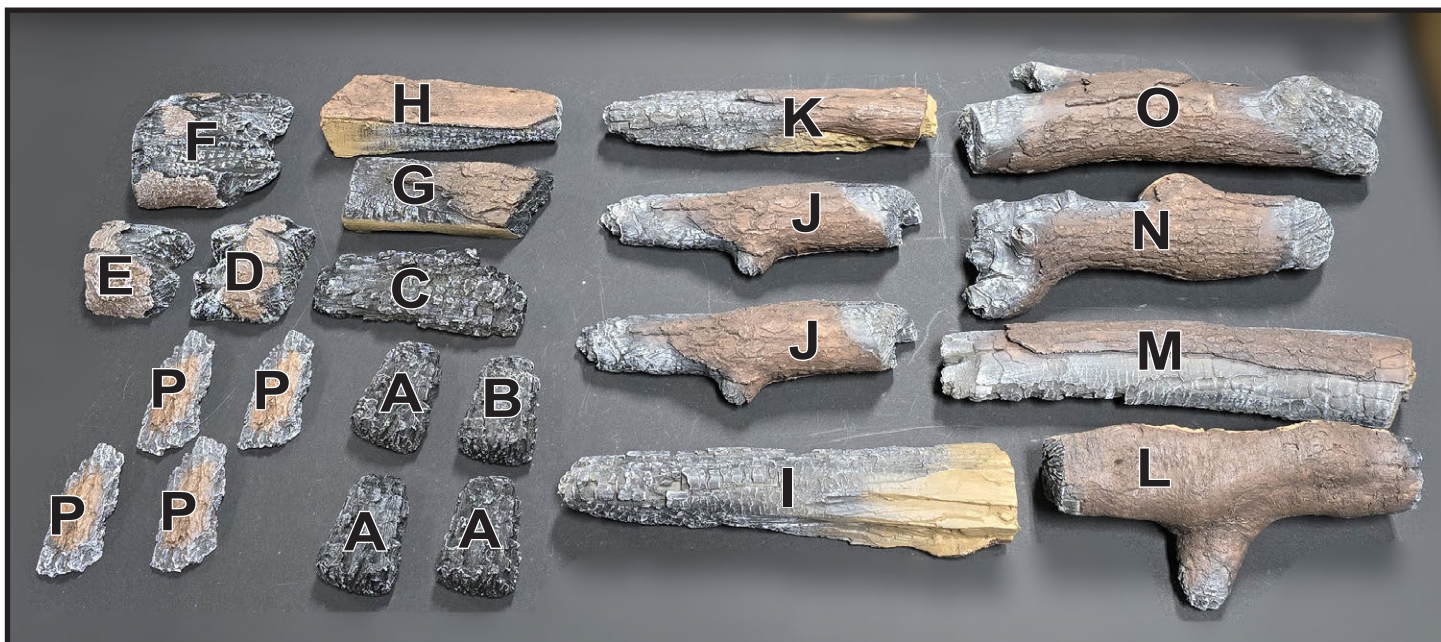

Figure 4.13
1. Disposez les petits morceaux brûlés (A, B, C, D, E) en couches. Voir les figures 4.13 et 4.14.